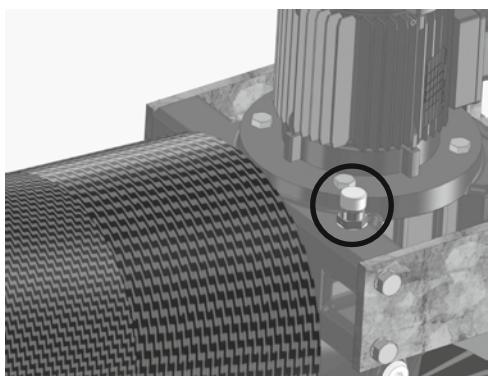
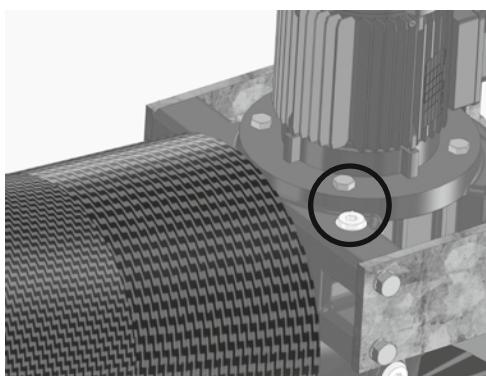

Abbildung 4: Richtig!
Abbildung 5: Falsch!
-  • Getriebe-Entlüftungsschraube beigelegt, Montage vor der ersten Aktivierung zwingend erforderlich! (siehe Abb. 4) • 2 Schrauben M10 neben der vertikalen Bürste zur Fixierung des Schlittens (während Transport) müssen vor der Inbetriebnahme, aber erst nach der Montage, entfernt werden. Die Schrauben sind für spätere Wartungsarbeiten bzw. für den Transport aufzubewahren!
Nach dem Aufhängen und vor der ersten Aktivierung ist die bereits montierte Verschlusschraube (Abb. 5) am Getriebe mit der beigelegten Entlüftungsschraube (Abb. 4) zu ersetzen.